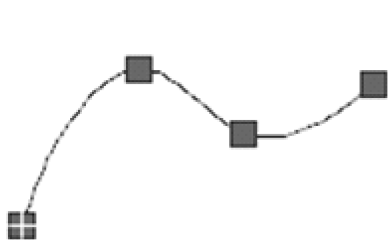

图 2-4 拟合点来绘制样条曲线
- 拟合：通过指定拟合点来绘制样条曲线，如图 2-4 所示。